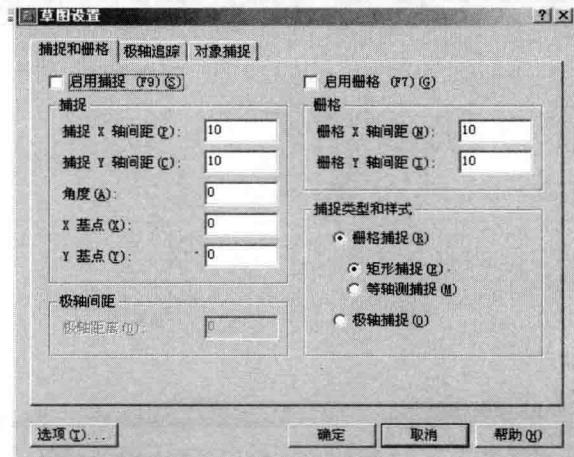

图 1-3 “草图设置”对话框
当打开这种模式时，光标只能沿 X 轴或 Y 轴或极轴方向移动固定距离，该距离可以通过“工具” \rightarrow “草图设置”菜单打开“草图设置”对话框进行设定。或右键单击**捕捉**按钮，在弹出的快捷菜单中选择“设置”命令，打开“草图设置”对话框，如图 1-3 所示。在这个对话框的“捕捉”区域中可以设置移动距离。
② **栅格**：该按钮可打开或关闭栅格显示。当显示栅格时，屏幕上将布满小点。栅格沿 X 轴、 Y 轴的间距由“草图设置”对话框的“捕捉和栅格”选项设置，如图 1-3 所示。